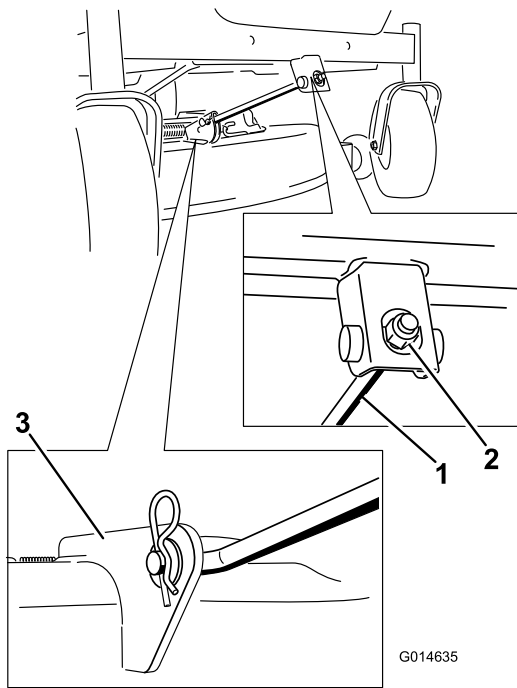

Bild 67
4. Entfernen Sie den Splint von der vorderen Stützstange und entfernen Sie die Stange von der Mähwerkhalterung (Bild 67). Lassen Sie die Vorderseite des Mähwerks vorsichtig auf den Boden ab.
- Befestigen Sie die vordere Stützstange mit den Lastösenbolzen und Splints am Mähwerk (Bild 67).